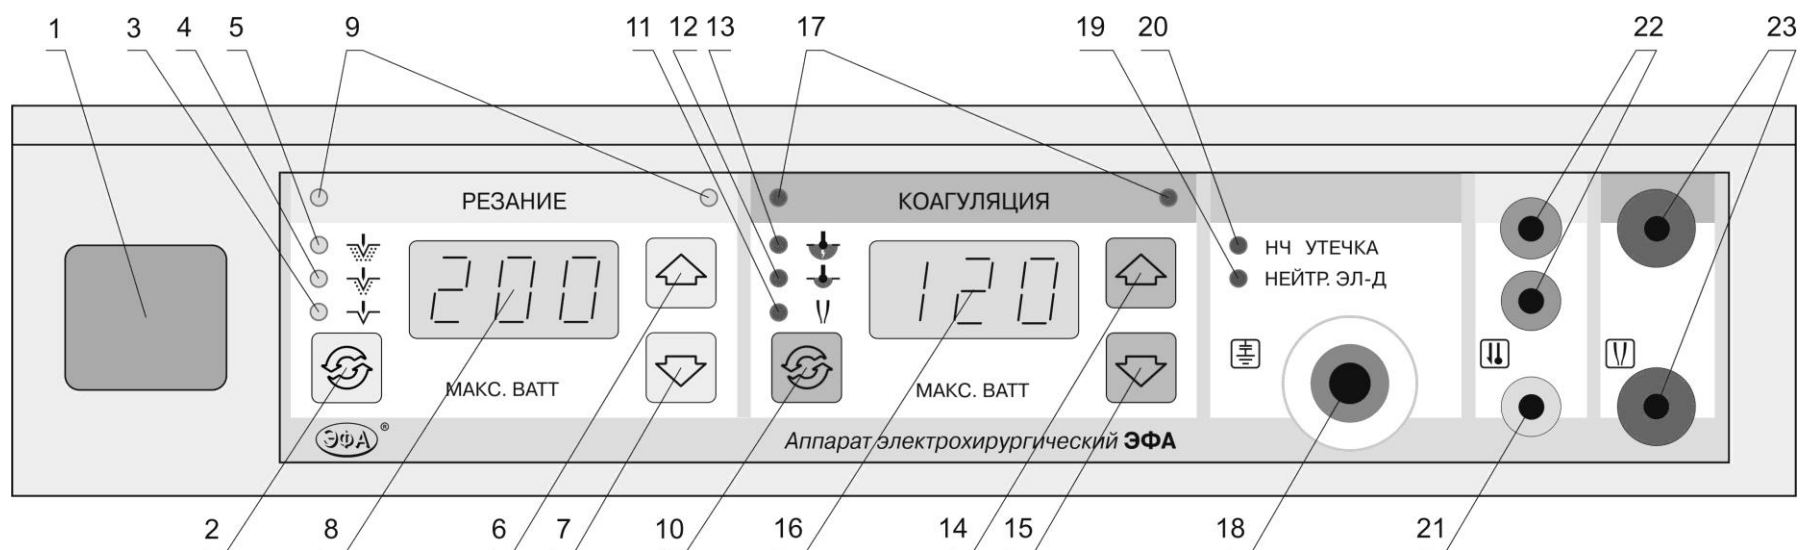

Рис. 1. Лицевая панель аппарата электрохирургического высокочастотного ЭХВЧ-200-01 "Эфа"
Назначение органов управления, индикации и подключения аппарата ЭХВЧ-200-01 "Эфа" в соответствии с рис.1:
! Внимание! Перед включением аппарата внимательно ознакомьтесь с органами управления, индикации и подключения, расположенными на передней панели (рис.1).
- 5.4 Установите кнопку сетевого выключателя (Кнопка №1 на рис. 1), расположенного на лицевой панели аппарата, в положение "Выкл".
- 5.8 Установите кнопку сетевого выключателя (позиция 1 на рис. 1), расположенного на лицевой панели аппарата, в положение "Вкл".
5.12 Установите кнопку сетевого выключателя (Кнопка №1 на рис. 1), расположенного на лицевой панели аппарата, в положение "Выкл".
- 7.1 Включите аппарат, нажав на кнопку №1 (рис. 1).
- 7.2 Установите необходимый режим резания ("Резание мягкое", "Резание" и "Резание с коагуляцией") кнопкой №2 (рис. 1).
- 7.3 Установите кнопками №6 и №7 (рис. 1) необходимую выходную мощность в выбранном Вами режиме резания.
- 7.4 Установите необходимый режим коагуляции ("Коагуляция биполярная", "Коагуляция мягкая" и "Коагуляция") кнопкой №10 (рис. 1)
- 7.3 Установите кнопками №14 и №15 (рис. 1) необходимую выходную мощность в выбранном Вами режиме коагуляции.
- ! Внимание!** При работе в монополярных режимах ВЧ мощность при резании и коагуляции подается на монополярный электрод (разъем №21 рис.1.). Управление осуществляется сдвоенной педалью либо кнопками на держателе электродов (желтая – резание, голубая – коагуляция).
При переходе в режим «Коагуляция биполярная» ВЧ мощность при резании подается на монополярный электрод (разъем №21 рис.1.), а при коагуляции - на биполярный электрод (разъем №23 рис.1.).